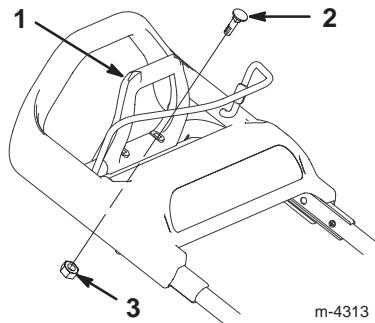

Figure 6
3. Placez la poignée d'aide au déplacement sur les trous de la barre de la partie supérieure du mancheron (Fig. 6). Vérifiez que la courbe en haut de la poignée d'aide au déplacement est dirigée vers l'arrière.
- 2. Vis de carrossier (2)
- 3. Contre-écrou (2)
4. A l'aide des boulons de carrossier et des contre-écrous fournis dans le kit, fixez la poignée à la barre (Fig. 6). Serrez les contre-écrous jusqu'à ce que la poignée d'aide au déplacement ne plie plus, mais **ne les serrez pas excessivement**.